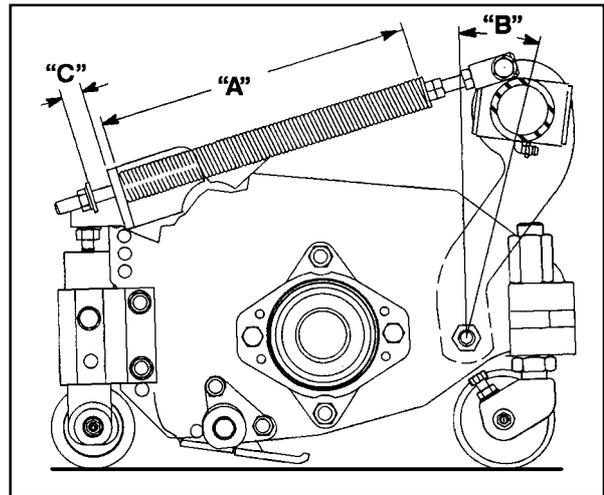

Bild 5
Die Rasenausgleichsfeder (Bild 5), die das Chassis mit dem Schneidwerk verbindet, regelt das Ausmaß der möglichen Vor-/Rückwärtsdrehung sowie den Bodenabstand beim Transport und beim Wenden.
1. Ziehen Sie die Sicherungsmutter an der Rückseite der Federstange so weit fest, bis der Abstand (C) zwischen der Rückseite des Federprofils und der Vorderseite der Scheibe 13 mm (Bild 5) beträgt.
2. Ziehen Sie die Sechskantmutter an der Vorderseite der Federstange so weit fest, bis die zusammengedrückte Länge (A) der Feder 203 mm (Bild 5) beträgt.
ANMERKUNG: Verlängern Sie beim Mähen unebener oder welliger Rasenflächen die zusammengedrückte Länge (A) der Feder auf B=216 mm und den Abstand (C) zwischen der Rückseite des Federprofils und der Vorderseite der Scheibe auf 32 mm (Bild 5).